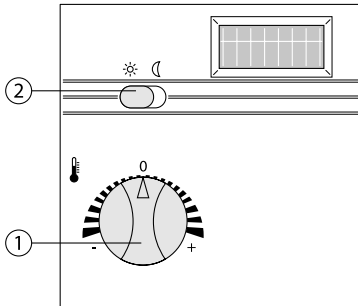

Fig. 25: Bedienung des Funk-Raumtemperaturreglers
- Vor der endgültigen Montage des Funk-Raumtemperaturreglers testen, ob eine Funkverbindung besteht. Dazu den Drehknopf (Fig. 25, Pos. 1) voll nach links bzw. rechts drehen und beobachten, ob die Pumpe reagiert. Eine Reaktionszeit von bis zu 100 Sekunden ist dabei normal.
Die gewünschte Raumtemperatur wird am Drehknopf eingestellt (Fig. 25, Pos. 1). Die Nullstellung entspricht 21°C. Über den Drehknopf kann die Solltemperatur verändert werden im Bereich von ca. +16°C bis +26°C (Rechtsdrehung: ... Erhöhung der Temperatur um bis zu 5 K)
Über den Schiebeschalter (Fig. 25, Pos. 2) kann zwischen Tagbetrieb (Stellung ☼) und Nachtbetrieb (Stellung ☾) gewechselt werden. Im Nachtbetrieb wird die am Drehknopf eingestellte Solltemperatur auf 17°C abgesenkt (unabhängig vom eingestellten Sollwert).